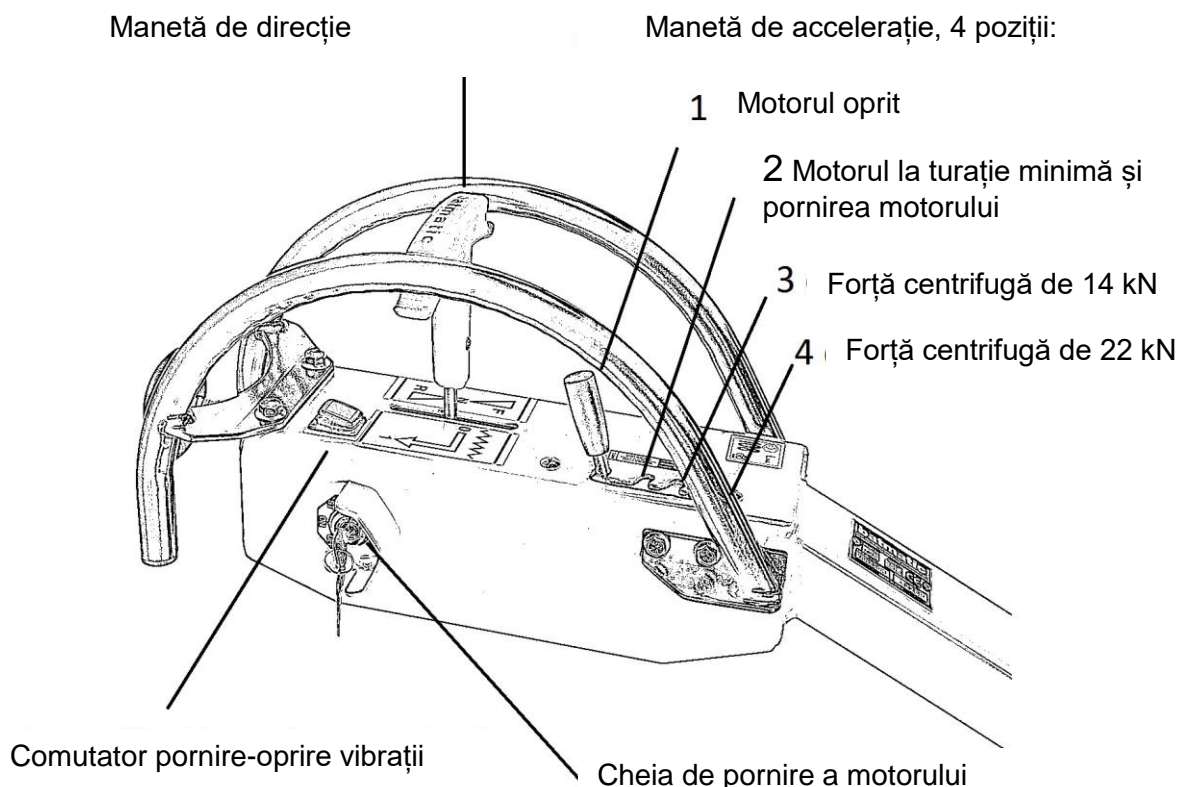

Figura 5. Maneta de direcție, Comutator pornire-oprire vibrații, poziții manetă de accelerare
- Împingeți maneta de direcție (Figura 5) pentru a deplasa cilindrul înainte (F) și trageți-o pentru a face ca cilindrul să se deplaseze înapoi (R). Acest cilindru are o transmisie hidraulică cu viteză variabilă care poate fi mărită sau redusă proporțional
- Pentru a porni și opri compactarea, apăsați comutatorul de PORNIRE-OPRIRE vibrații pentru a porni excitatorul (Figura 5)